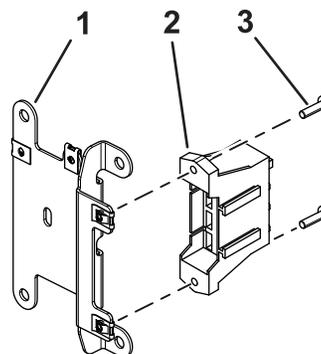

Рисунок 3
3. Установите блок предохранителей на жгут проводов на монтажную пластину блока предохранителей с помощью 2 винтов (№ 10 x ¾ дюйма), как показано на Рисунок 3.